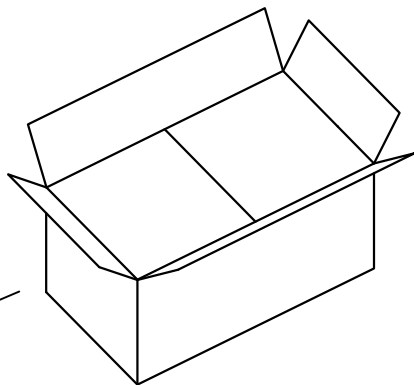

图4 外箱
- 3: 如图4, 每外箱装10内盒, 数量为10×(1×2000pcs)。